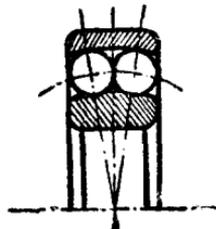
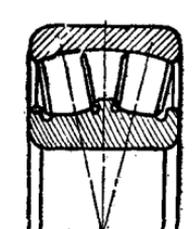

图 13
图 14
(6) 向心球面球轴承(1000) (图 13) 和向心球面滚子轴承(3000) (图 14)；